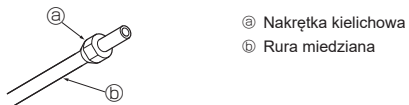

Fig. 5-4
5.3.3. Zakładanie nakrętki (Fig. 5-4)